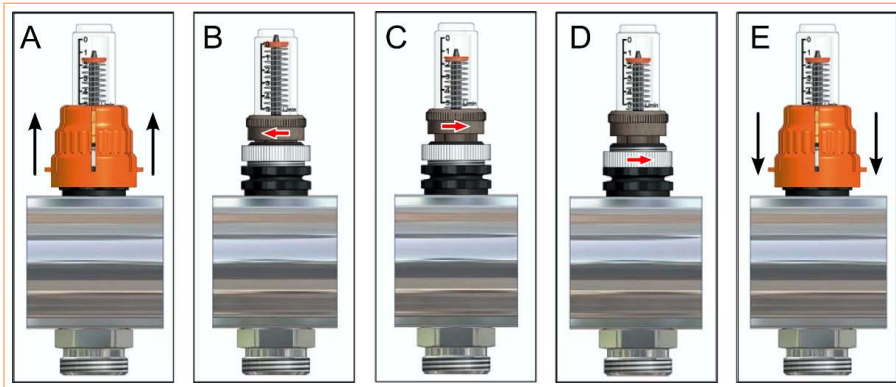

Abb. 1: Einstellung und sperre des FLUXER.
1. den orangefarbenen Deckel entfernen, wie gezeigt in Abb.1-A;
2. den FLUXER in Verschlussstellung bringen, indem die obere Nutmutter in die Richtung des Pfeils gedreht wird, siehe Abb.1-B; ANM.: in Verschlussstellung zeigt der Anzeiger einen Wert gleich Null an;
3. durch Drehen der betreffenden Nutmutter in entgegengesetzte Richtung öffnen (Abb.1-C), über das Sichtfenster den korrekten Durchflusswert überprüfen;
4. die untere Nutmutter in Pfeilrichtung verschrauben, Abb.1-D bis der mechanische Anschlag erreicht ist;
5. den orangefarbenen Deckel wieder aufsetzen (Abb.1-E);